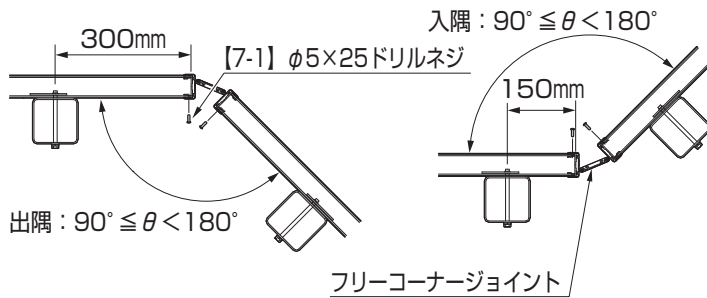

図5-1 コーナー角度が $90^\circ \leq \theta < 180^\circ$  のときの納まり
- ① コーナー部の支柱の位置は、支柱の芯からパネル端部までの距離を、出隅の場合300mm、入隅の場合150mmとしてください。(図5-1、5-2参照)
- ② フリーコーナージョイントに両側からパネルを差込み、電動ドリルを使って【7-1】で固定してください。
- ③ フリーコーナージョイント両隣のパネルの上下枠にあいている、接続金具を取付けるための穴には、めかくしキャップを取付けてください。